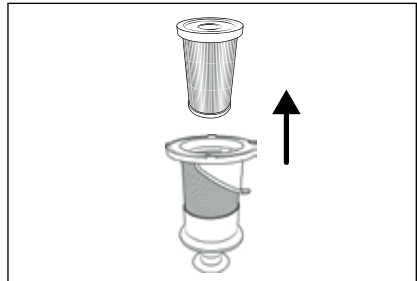

Abb. 24
- 4) Entnehmen Sie den EPA-Filter **5** aus dem Edelstahlfilter **6**, indem Sie in die Öffnung des EPA-Filters **5** greifen und diesen aus dem Edelstahlfilter **6** herausziehen (siehe Abb. 24).